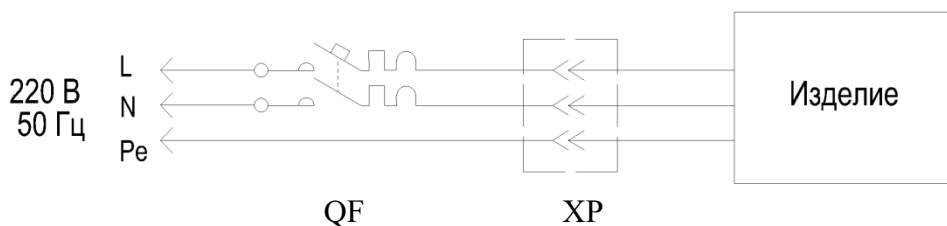

Рис.1. Схема подключения изделия к электросети
5.4 Изделие должно подключаться к питающей электрической части (рис.1) через автоматический выключатель комбинированной (тепловой и электромагнитной) защиты с номиналом установки по току: Rondo (BC1.70G)-1250, Rondo (BC1.70G) -1875, Rondo (BC1.70G) -2500 – **6,3 А**.